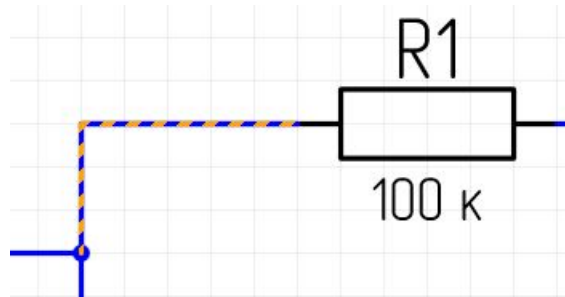

Рис. 65 Проводник на схеме
- Проводник – это несколько смежных отрезков линий электрической связи. Проводник обычно проложен между выводами УГО и/или точками соединений, см. Рис. 65;